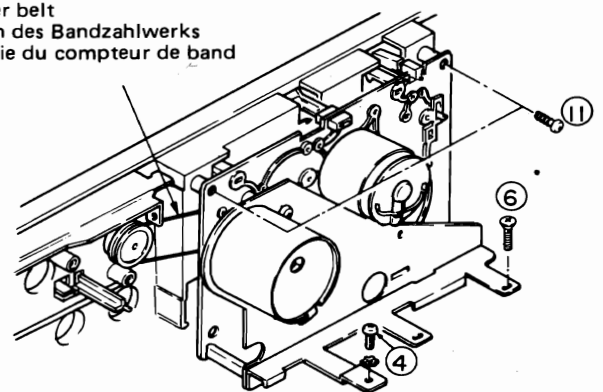

Fig. 8 Abb. 8
After top cover is removed, remove two screw ②, screw ③ (Fig. 7) and screw ④ (Fig. 8).
After cassette lid is removed, remove five screws ⑤, screw ④ (Fig. 8) and screw ⑥ (Fig. 8).
### 9. Cassette Chassis (Fig. 8)
Nach Abnehmen der oberen Abdeckung die zwei Schrauben ②, Schraube ③ (Abb. 7) und Schraube ④ (Abb. 8).
Nach Abnehmen des Cassettenfachdeckels die fünf Schrauben ⑤, Schraube ④ (Abb. 8) und Schraube ⑥ (Abb. 8)
### 9. Cassettenchassis (Abb. 8)
Après avoir déposé le couvercle supérieur, déposer les deux vis ②, la vis ③ (Fig. 7) et la vis ④ (Fig. 8)
Après avoir déposé le couvercle, déposer les cinq vis ⑤, la vis ④ (Fig. 8) et la vis ⑥ (Fig. 8).
### 9. Châssis de cassette (Fig. 8)